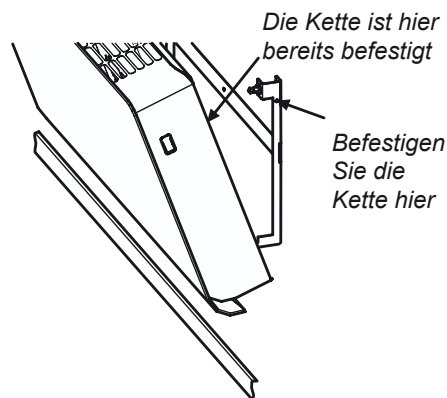

Abb. 4
3. Kippen Sie den Radiator um 90° nach Aussen und schieben Sie den unteren Teil der Wandkonsole in die untersten runden Löcher an der Rückseite des Radiators. Heben Sie den Radiator an und befestigen Sie die Sicherheitsketten. Der obere Teil wird in die Stifte der Wandkonsole eingeklippt. Der Radiator hängt mit den Ketten fest an der Wandkonsole, auch wenn zur Reinigung die Stifte wieder ausgeklippt werden. Siehe Abb. 4.